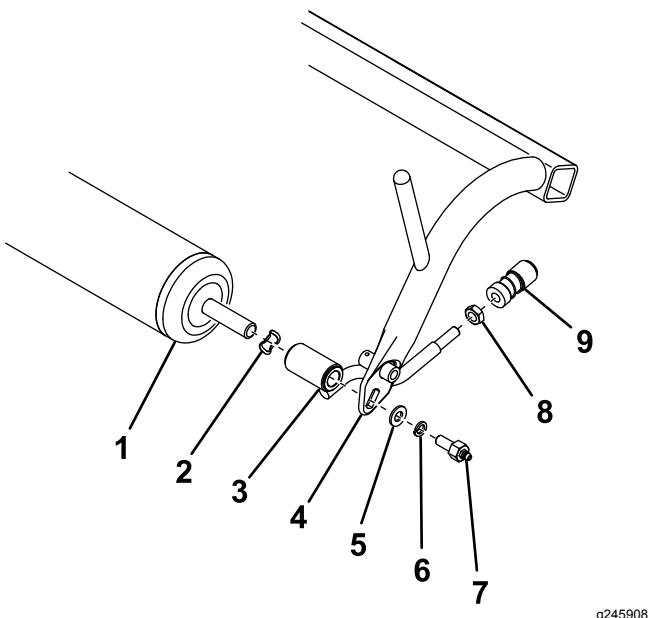

図 1
2. プルフレームから、ローラ、スプリングワッシャ、プルリンクアセンブリ、平ワッシャ、ロックワッシャ、グリスねじを外す図 1。
3. プルリンクアセンブリからボールジョイントリーシーバを外して保管する図 1。外した部品のうち、ローラとボールジョイントリーシーバ以外のものは廃棄する。